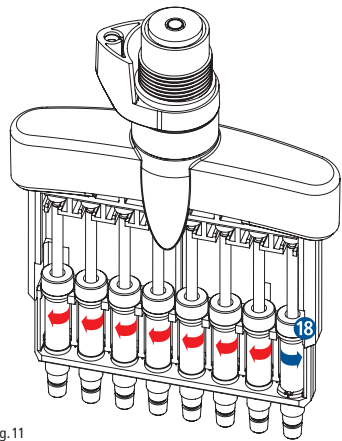

Fig. 11
- La unidad del émbolo 18 se afloja de su fijación girando (Fig. 11).